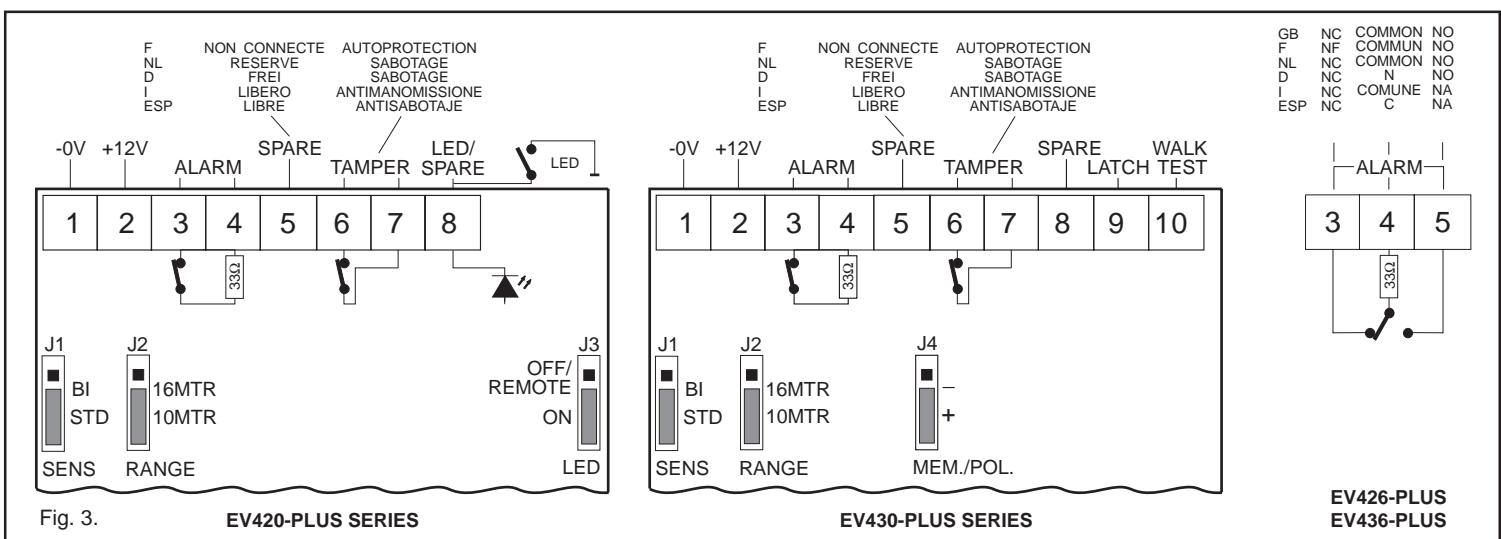

Fig. 3. EV420-PLUS SERIES
Fasten the base to the wall. Strip cable for 5 cm and pull it through the cable entry hole(s) and strain relief. Replace the electronics module ③ and wire the sensor as shown (fig. 3). Move jumpers as required, replace cover ②, insert screw ⑧ and replace cover plate ①.
Soulever la plaque de protection ① comme indiqué. Ouvrir le détecteur ② et sortir le module électronique ③, en veillant à ne pas toucher le capteur pyro-électrique ④. Enfoncer une ou deux entrées de câble ⑤ selon le cas. Choisir les trous convenant soit au montage en coin ⑥ soit au montage sur mur d'aplomb ⑦. Utiliser la base comme gabarit pour marquer les emplacements des vis sur le mur. Fixer la base au mur. Pour le passage des câbles perforer l'opercule prévu à cet effet à l'aide d'un tournevis ou utiliser un forêt de diamètre 6 mm. Le câble préconisé comprend de 3 à 5 paires et est d'un diamètre extérieur de ~4.5 à 6 mm. Dénuder 5 cm de câble et le faire passer par l'entrée de câble et le serre-câble. Remettre le module électronique ③ en place et raccorder le détecteur comme indiqué (fig. 3). Déplacer les cavaliers comme indiqué, replacer le couvercle ②, introduire la vis ⑧ et replacer le couvercle ①.
Verwijder de afdekplaat ① zoals aangegeven. Open de detector ② en verwijder de elektronische module ③. Let U er op dat U de pyroëlektrische sensor ④ niet aanraakt. Naargelang de configuratie één of beide kabelopeningen ⑤ uitbreken. Kies de montagegegaten voor hoekmontage ⑥ of wandmontage ⑦. Gebruik de basis als sjabloon om aan te tuiden waar de schroefgaten op de wand komen. Bevestig de basis aan de wand. Strip de kabel(s) ongeveer 5 cm, steek hem door de kabelinvoer en zet hem vast met de trekontlastingsklem. Zet de elektronische module ③ terug en bedraad zoals aangegeven (fig. 3). Plaats de jumpers als gewenst, plaats de deksel ② monteren de schroef ⑧ en plaats afdekplaat ①.
Nehmen Sie die Abdeckplatte ① wie dargestellt ab. Öffnen Sie den Melder ② und nehmen Sie das Elektronik-Modul ③ heraus. Achten Sie dabei darauf, daß Sie den pyroelektrischen Sensor ④ nicht berühren. Brechen Sie je nach Erfordernis einen oder beide Kabeleingänge ⑤ heraus. Verwenden Sie entweder die Befestigungsöffnungen für eine Eckenmontage ⑥ oder auf einer Wand ⑦. Verwenden Sie die Gehäuserückseite als Schablone für das Markieren der Befestigungslöcher auf der Wand. Führen Sie das Kabel nach dem es ca. 5 cm abgespannt wurde durch die Kabeleinführung und Zugentlastung in das Gehäuse ein. Setzen Sie das Elektronik-Modul ③ wieder ein und verdrahten Sie den Melder wie dargestellt (Abb. 3). Steckbrücken gemäß Anforderungen aufstecken, Abdeckung ② montieren, Schraube ⑧ einfügen und Abdeckplatte wieder aufsetzen ①.
Togliere la calotta di copertura ① sollevandola come da illustrazione. Aprire il rivelatore ② e estrarre il modulo elettronico ③, prestando attenzione a non toccare il sensore piroelettrico ④. Liberare uno dei fori passacavo o entrambi, secondo necessità ⑤. Scegliere i fori per il fissaggio ad angolo ⑥ o su parete piana ⑦. Utilizzare la base come maschera per contrassegnare sulla parete i fori per le viti di fissaggio. Fissare la base sulla parete. Spolare il cavo per 5 cm e introdurlo attraverso il foro (o i fori) passacavo e l'isolatore intermedio. Riposizionare il modulo elettronico ③ e collegare il sensore come da illustrazione (fig. 3). Spostate il cavallotto nella posizione richiesta, togliere il frontale ② inserite la vite ⑧ e riposizionate il coperchio ①.
Retire la placa de cubierta ① como se muestra en la figura. Retire sacar ② el módulo electrónico ③, tenga cuidado de no tocar el sensor piroeléctrico ④. Según se requiera, rompa uno o ambos agujeros ⑤ para pasar el (los) cable(s). Elija los agujeros de montaje para una esquina ⑥ o para una pared ⑦. Utilice la base como placa para marcar los agujeros a realizar en la pared. Fije la base a la pared. Pelar 5 cm. el cable e introducirlo a través de la(s) entradas previstas para ello. Vuelva a colocar en su lugar el módulo electrónico ③ y conecte el cable al sensor como se indica en la figura (fig. 3). Colocar los puentes según se necesite, poner la tapa ②, atornillar ⑧ y fijar la tapa exterior ①.
Note: First set the Control Voltage ("CV") by jumper J4 (fig. 3).
Remarque: Sélection d'abord la polarité de contrôle ("CV") avec le cavalier J4. (fig. 3.)
Let op: Allereerst dient de polariteitsaansturing ("CV") van het alarmgeheugen via jumper J4 ingesteld te worden (fig. 3).
Beachte: Zuerst die Polarität zur Ansteuerung ("CV") des Alarmspeichers an der Steckbrücke J4 einstellen (Abb. 3).
Nota: Prima impostare la tensione di controllo ("CV") per mezzo dello interruttore J4 (fig. 3).